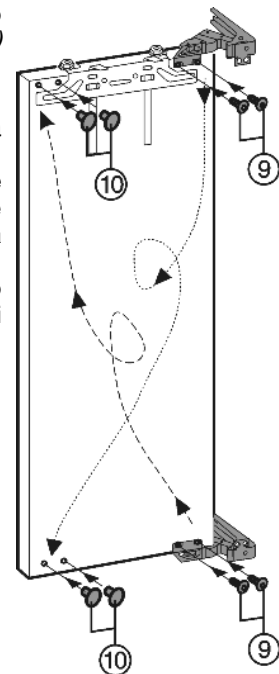

Fig. 5
- Svitare Fig. 5 (9) le cerniere della porta, spostarle e serrare saldamente a min. 4 Nm.
- Chiudere i fori di fissaggio ora liberi con tappi Fig. 5 (10).